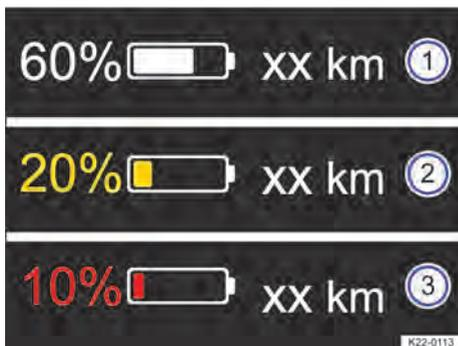

Fig. 11 No instrumento combinado digital: autonomia e indicador de reserva.
Amarelo O nível de carga da bateria é igual ou inferior a 20% → Fig. 11 ②.
Vermelho O nível de carga da bateria é igual ou inferior a 10%. → Fig. 11 ③.